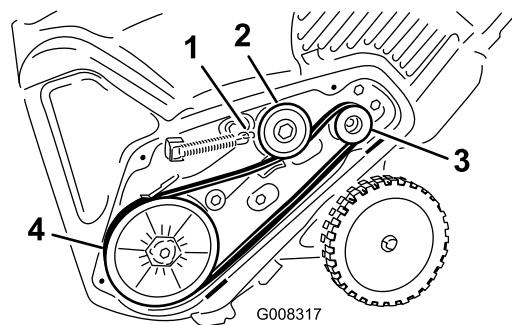

Рисунок 37
5. Наденьте новый ремень привода, проложив его так, как показано на рисунке (Рисунок 37).
8. Соедините пружину тормоза с коромыслом натяжного шкива (Рисунок 37).